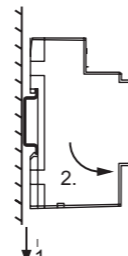

Abbildung 2: Demontage
- Zur Demontage (siehe Abbildung 2) ziehen Sie die Lasche (i) nach unten [1]. Benutzen Sie dafür einen Schraubendreher oder ein Betätigungswerkzeug.